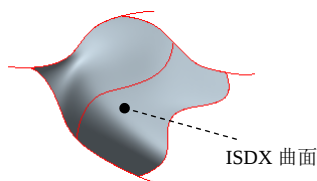

图 10.4.4 模型
(1) 单击视图工具栏中的  按钮，将模型设置为着色显示状态。
(2) 单击图工具栏中的  按钮，在弹出的界面中取消选中  轴显示、 坐标系显示 和  平面显示 复选框，使基准轴、坐标系和基准平面不显示。
(3) 单击  按钮，然后选择 VIEW_1 视图。此时模型如图 10.4.4 所示。